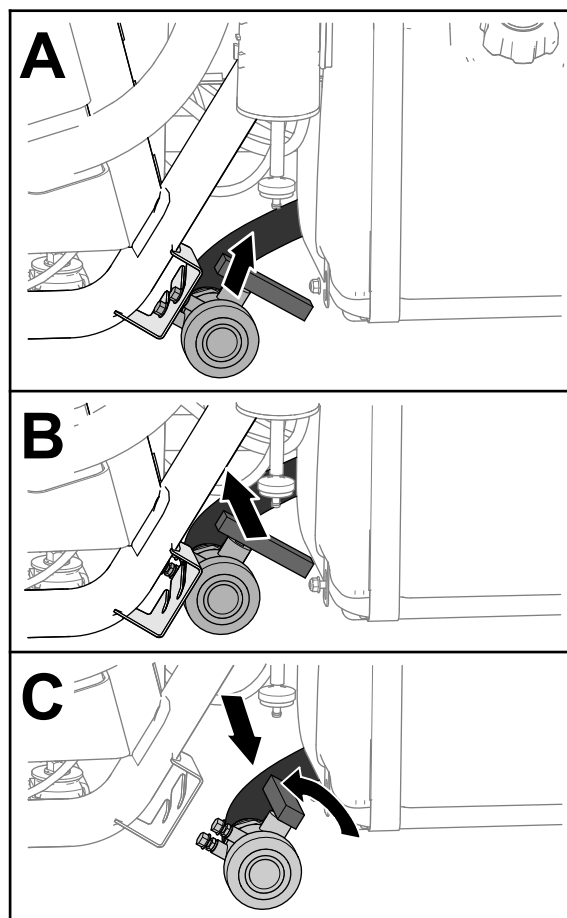

Figura 27
2. Localice la válvula de vaciado del depósito, situada en el lado izquierdo de la máquina, por delante del depósito de combustible (Figura 27).
3. Levante la válvula y muévala hacia dentro hasta que los espárragos de montaje de la válvula salgan de las ranuras del soporte de la válvula de vaciado, y mueva la válvula hacia atrás (Figura 27).
4. Alinee el extremo de la válvula con el recipiente de vaciado y gire la palanca de la válvula en sentido antihorario a la posición de abierto (Figura 27).
vaciado a la posición de cerrado y monte la válvula en el soporte de la válvula de vaciado (Figura 27).